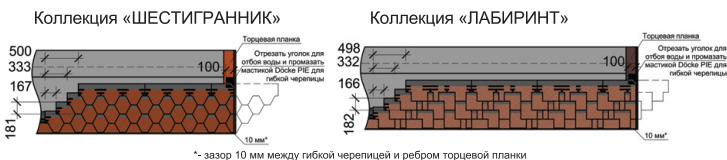

Рис. 16 Схема смещения гонтов по горизонтали и вертикали
8.2.9 Торцы крайних в ряду гонтов обрезать до нужной длины. Обрезать у крайних в ряду гонтов верхний уголок со стороны обреза для отбоя воды. Край гонтов со стороны обреза промазывать мастикой Döcke PIE для гибкой черепицы полосой 100 мм и приклеить к основанию (рис. 16). Мастику необходимо наносить шпателем, толщиной слоя не более 0,5 мм. Большой расход мастики приводит к её вытеканию и появлению вздутий на черепице.
8.2.10 Смещение гонтов по горизонтали и вертикали необходимо устраивать согласно схемам, изображённым на рис. 16: